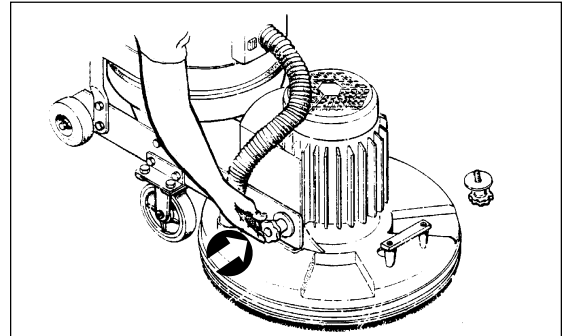

Abbildung 2
4. Entfernen Sie beide Handknöpfe von der Schleifeinheit und trennen Sie die Schleifeinheit vom Wagenrahmen (siehe Abbildung 2).